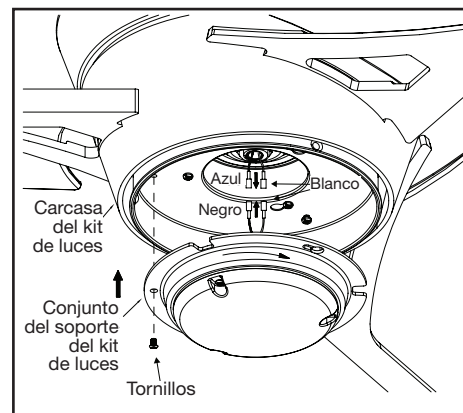

Figura 16
3. Quita un tornillo de la carcasa del kit de luces y afloja, pero no quites, los otros dos. Conecta los cables del conjunto del soporte del kit de luces a los cables del conjunto motor-ventilador uniendo los enchufes moldeados del adaptador. Coloca con cuidado todos los cables y empalmes dentro de la caja del interruptor. (Figura 16)
de los dos tornillos aflojados encajen en las ranuras tipo ojo de cerradura. Gira el conjunto del soporte kit de luces hacia la derecha y aprieta los tornillos. Vuelve a instalar el tornillo que retiraste en el paso 3 y apriétalo firmemente. (Figura 16)